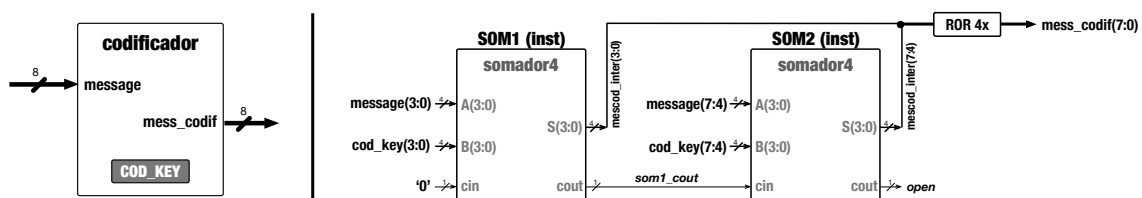

Figura 11. Codificador: Definição e logograma (implementação) do componente
Conforme ilustrado na Figura 11, a soma (em complemento para dois) entre a mensagem original e o parâmetro *COD_KEY* é realizada utilizando duas instâncias de somador de 4-bits, i.e., *SOM1* e *SOM2*, ligadas em cascata usando o sinal de transporte *som1_cout*. O resultado da soma (*mescod_inter*) é então deslocado à direita (*rotate right* (ROR)) em 4 posições, de modo a produzir a mensagem codificada (*mess_codif*).
- 4.2. Adicione o *Design Source* `codificador` utilizando o mesmo procedimento descrito no passo 4.1 e abra-o. Observe a correspondência entre a definição do componente apresentada na Figura 11 (à esquerda) e a parte do código VHDL entre “`entity codificador is`” e “`end codificador;`”. Observe, também, a correspondência entre o logograma apresentado na Figura 11 (à direita) e a sua descrição em VHDL, i.e., a parte do código entre “`architecture Behavioral of codificador is`” e “`end Behavioral;`”. Crie o logograma do `codificador` no Vivado (reveja o passo 3.11) e compare o esquema obtido com o logograma apresentado na Figura 11.